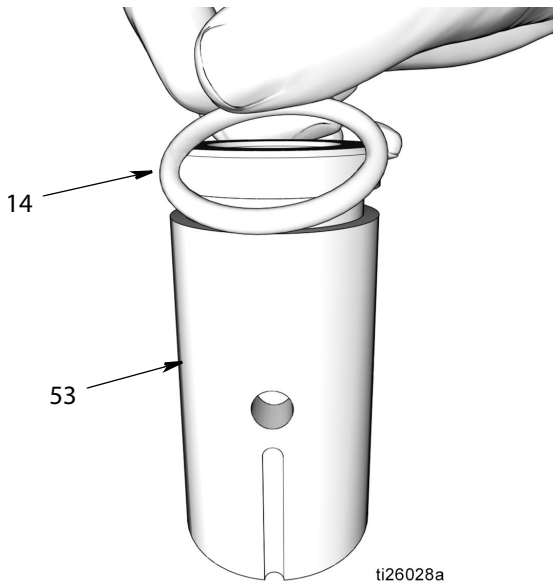

Рис. 41
- a. Используйте чистую салфетку для обтирания элемента соединительной муфты насоса (53) и удаления любой грязи или загрязняющих веществ. Осмотрите поверхность на отсутствие любых царапин или повреждения.
- b. Нанесите тонкий слой консистентной смазки на уплотнительное кольцо (14). Установите уплотнительное кольцо круглого сечения вокруг элемента соединительной муфты насоса (d) (Рис. 41).